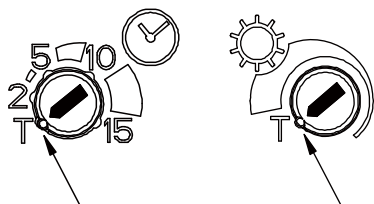

FIGURA 8
(1) Teste ao detector
- Ligue o temporizador e os botões de controlo de LUX no sentido anti-horário até à extremidade - na posição "T" para entrar no modo TESTE. (FIGURA 8)